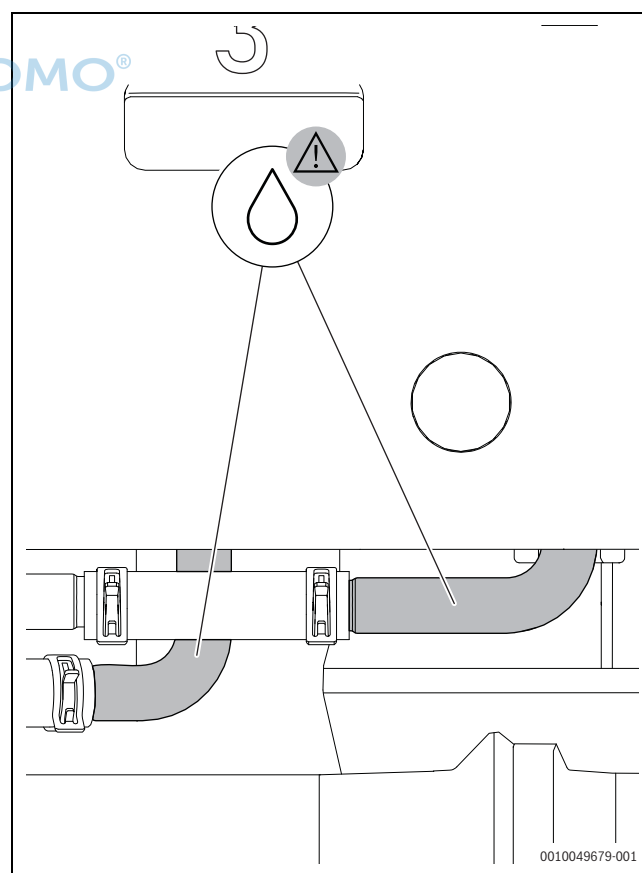

Bild 24 Röhren, die isoliert werden müssen, wenn der Kühlbetrieb bei Temperaturen unter dem Taupunkt verwendet wird.
- ▶ Um eine Wärmebrücke zu verhindern, muss der Installateur die Wärmerohre isolieren (siehe → Bild 24 "Röhren, die isoliert werden müssen, wenn der Kühlbetrieb bei Temperaturen unter dem Taupunkt verwendet wird.>").